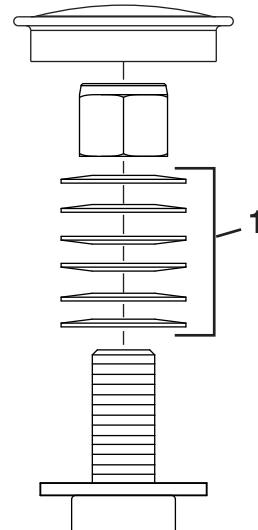

Figura 50
3. Retire el tapón guardapolvo de la rueda giratoria y apriete la contratuerca (Figura 50).
4. Apriete la contratuerca hasta que las arandelas elásticas estén planas, luego afloje la contratuerca $\frac{1}{4}$ de vuelta para establecer la pre-carga correcta de los cojinetes (Figura 50).
Importante: Asegúrese de que las arandelas elásticas están correctamente instaladas, como se muestra en la Figura 50.
5. Coloque el tapón guardapolvo (Figura 50).